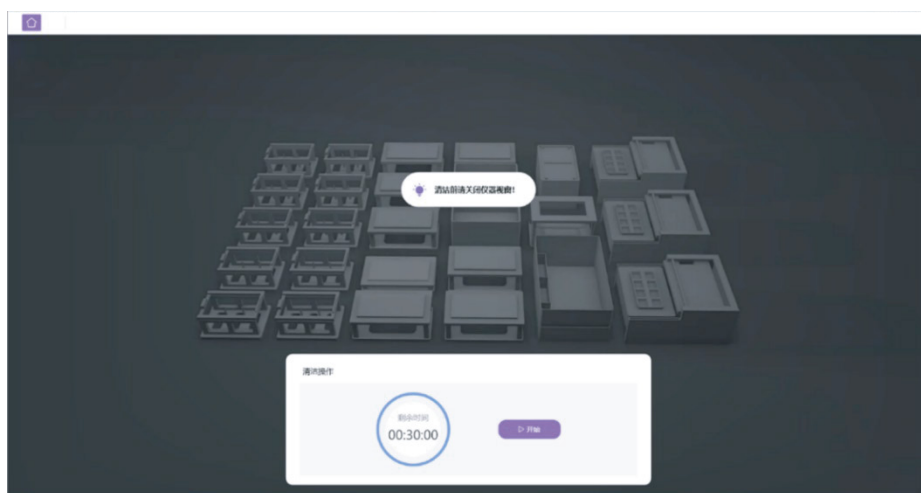

图 2-19 STOmics 软件登录界面
(9) 机舱清洁与物料回收
- b. (可选) 可根据使用情况，开启仪器自带的清洁功能，进行紫外消毒。消毒软件界面如图 2-19，消毒流程时长为 **30 min**；